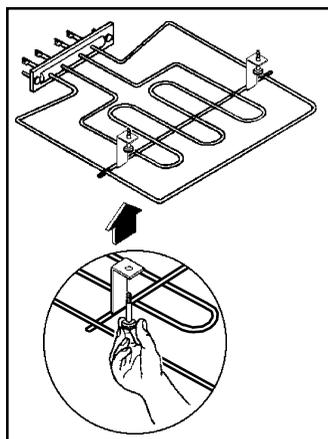

Fig. 8
- Dévissez les vis moletées (Fig.8). La première fois que vous faites cette opération, nous vous recommandons d'utiliser un tournevis.